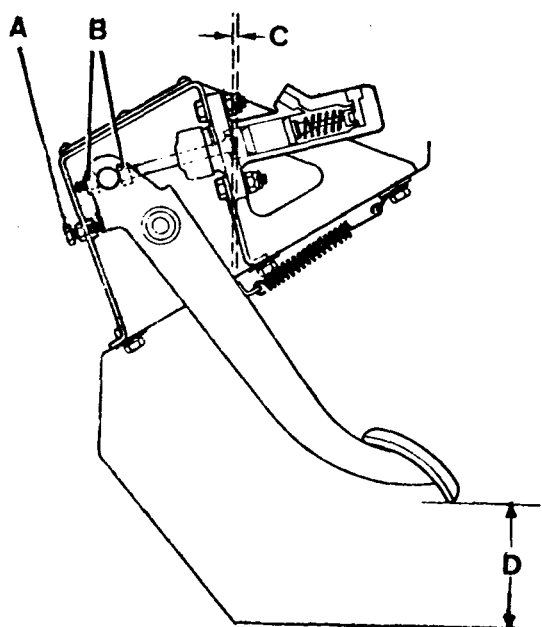

Fig. B2-7 - Ajuste del pedal y varilla del cilindro principal.
3.1.- Una vez aflojadas las contratuercas (fig. B2-7) de la varilla de empuje del cilindro, se comprobará si la separación entre la parte inferior del pedal y el piso de la cabina es de 140 mm. En caso necesario, el ajuste se hará por medio del tope correspondiente.